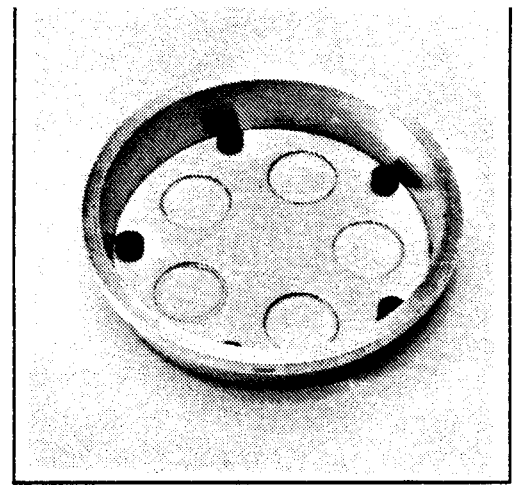

Abb. 13
- Probenschale mit glattem Boden (Abb. 13) Geeignet für die meisten Futtermischungen, Saaten und Mehle. Ein bestimmtes Volumen wird abgemessen und in die Schale gefüllt. Man schüttelt die Probenschale kurz, so daß die Oberfläche plan ist, dann kann analysiert werden. Das abgemessene Volumen ist abhängig von der optimalen Schichtdicke.